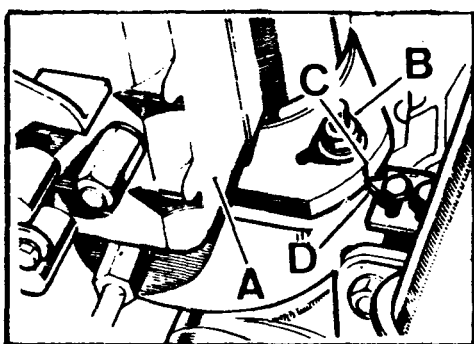

Fig. A1-44 Montaje de la bomba inyectora
- 2.4.5. Montar una nueva junta en la cara de acoplamiento de la bomba, una vez que se haya limpiado perfectamente los restos de la anterior. Instalar la bomba, A (Fig. A1-44) y el soporte de cable del acelerador, fijándoles con sus tuercas y arandelas, B, sin apretar definitivamente de forma que dicha bomba pueda girar.
- 2.4.6. Girar la bomba inyectora en el sentido que proceda hasta dejar alineada la marca, C (Fig. A1-44) de la bomba con el puntero, D, y apretar definitivamente las tuercas, sin variar esta posición de la bomba.